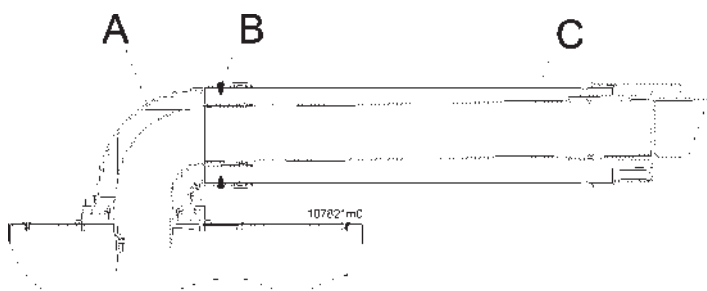

Figure 5-26 - Positionnement du conduit coaxial
**ATTENTION !!! Suivre scrupuleusement les phases d'installation du conduit coaxial comme illustré sur la figure 5-26. Il faut en particulier :**